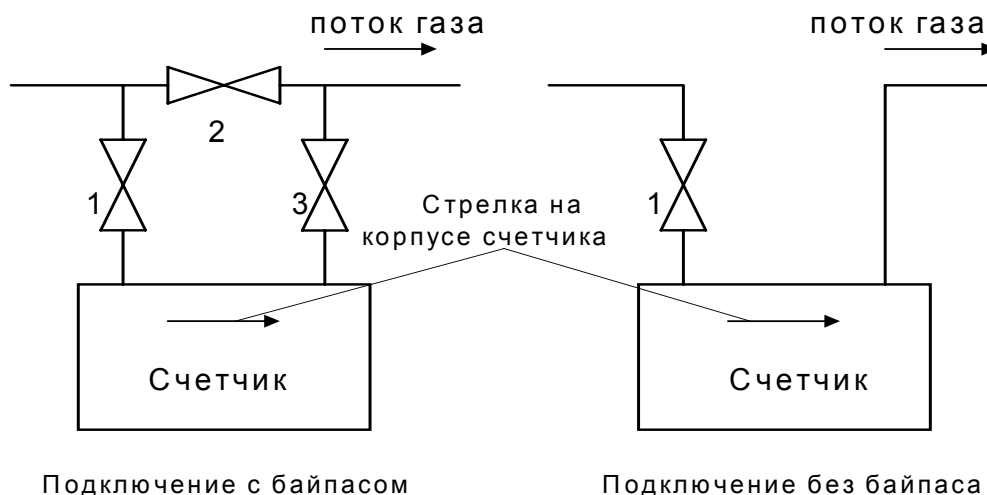

Рис.1 Установка счетчика
- 4.4.3. Возможно два варианта подключения счетчика (см. рис.1):
- 7.1. До начала пуска счетчика все вентили на трубопроводе (рис.1) должны быть закрыты. При всех вариантах и на всех стадиях пуска расход газа, проходящего через счетчик, ни в коем случае не должен превышать значение максимального расхода ( $Q_{max}$ ), указанного на панели отсчетного устройства.
- 7.2. Пуск счетчика без байпаса (рис.1)
- 7.3. Пуск счетчика с байпасом (рис.1)